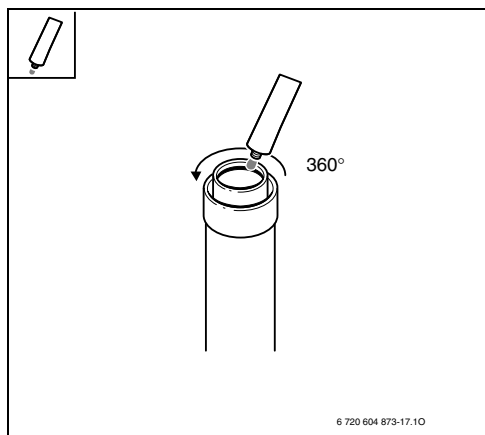

Fig. 31
- ▶ Aplicar un poco de grasa exenta de solventes (por ej. vaselina) en el vedante/junta del lado del escape (Fig. 31).